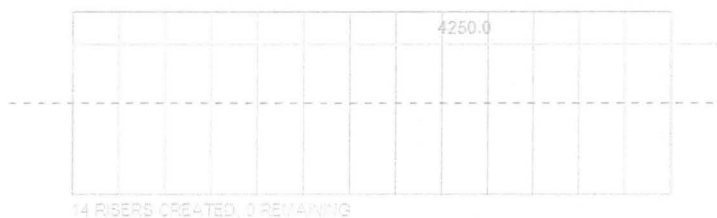

Fig. 10.08.
- Før musen imod højre og du vil se at jo længere du fører musen imod højre, jo flere trin vil du skabe (Fig. 10.08).
- Klik når der står 0 i *Remaining* under trappen, med grå tekst (Fig. 10.08).